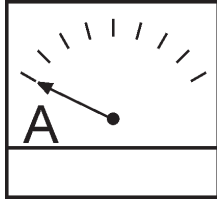

Figure 45. Ampèremètre (Pas de Charge)
7. L'ampèremètre (Figure 45) indique **zéro amp** lorsque aucune charge n'est appliquée. En cas d'application de charge, l'ampèremètre affiche l'intensité de courant que la charge tire du générateur.